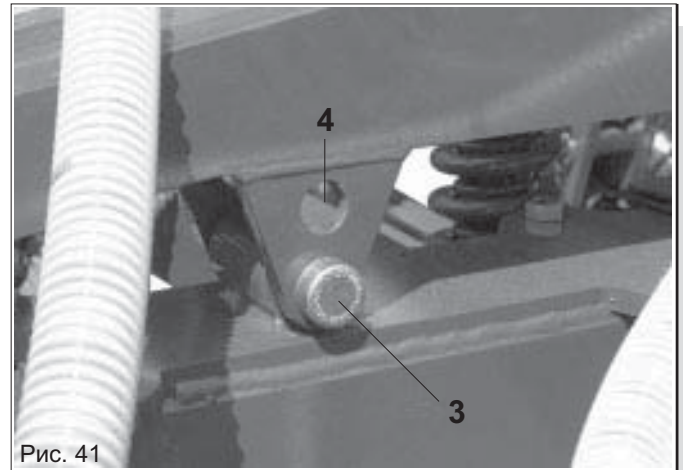

Рис. 41
- Заблокировать штифтами (3 Рис. 41).